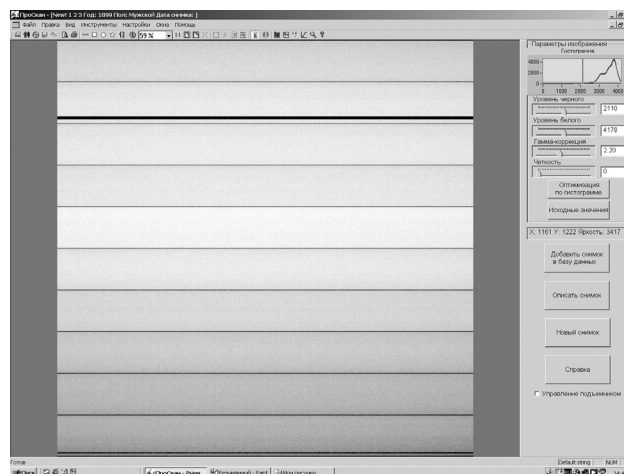

Рис. 44. Диалог режима тренировка трубки.
- 1) В меню "Сервис" выбрать пункт "Тренировка трубки". При этом на экран будет выведено окно пульта управления (см. рис. 44).